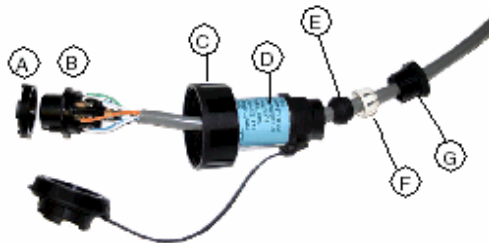
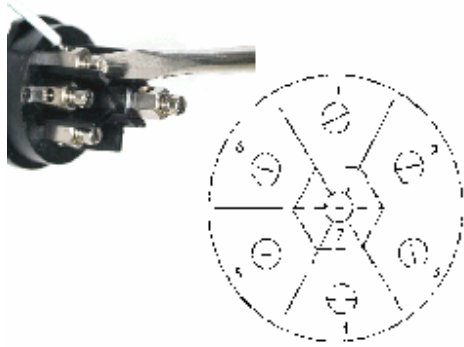

Figure 2-9 Connecteur du câble d'interface réseau
Figure 2-10 Câblage de la fiche
Après avoir coupé le câble, assemblez les extrémités comme illustré à la figure 2-9 et reliez les fils à la fiche comme illustré à la figure 2-10.
La figure 2-9 illustre une bague de blocage (A), une fiche (B), un capuchon de verrouillage (C), un corps de connecteur principal (D), un fouloir (E), un presse-étoupe (F) et un écrou de presse-étoupe (G). Lorsque vous utilisez un conduit, l'écrou de presse-étoupe est remplacé par un raccord approprié.